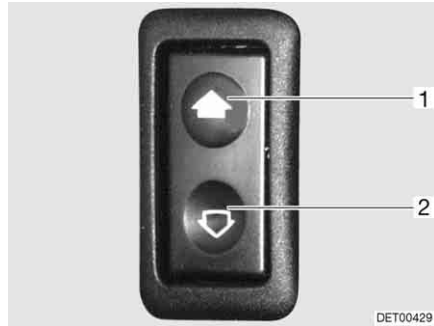

Fig. 20 Interruttore per alzacristalli elettrici
*Apertura:* ■ Premere l'interruttore in basso (Fig. 20,2).
*Chiusura:* ■ Premere l'interruttore in alto (Fig. 20,1).